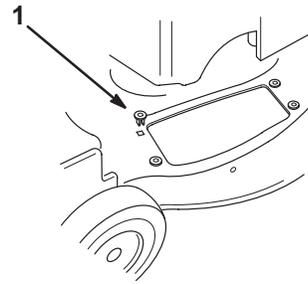

Figure 34
6. Insérer les quatre œillets fournis avec le sac de ramassage dans les quatre trous carrés du carter de tondeuse (Fig. 34).